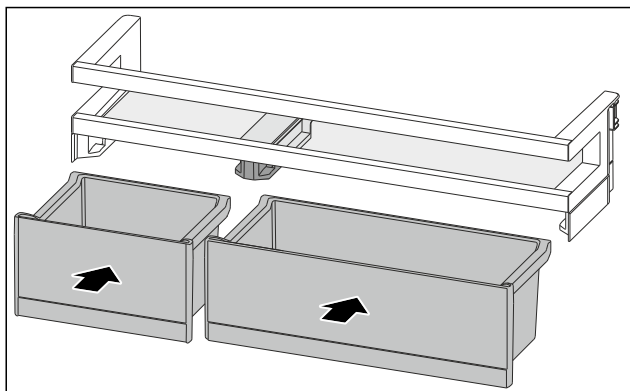

Fig. 83
- VarioBoxen in getauschter Anordnung einsetzen. (siehe Fig. 83)